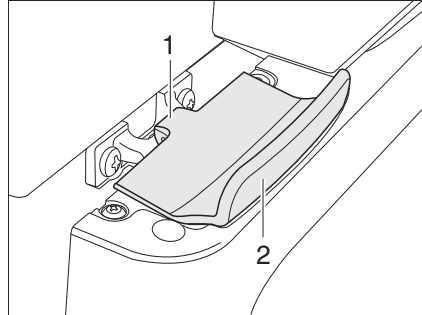

Fig. 143 Bloqueo de la puerta del frigorífico, cerrado (Thetford)
*Abrir:* ■ Abrir la puerta del frigorífico con el tirador (Fig. 143,2). El bloqueo (Fig. 143,1) se abre automáticamente.